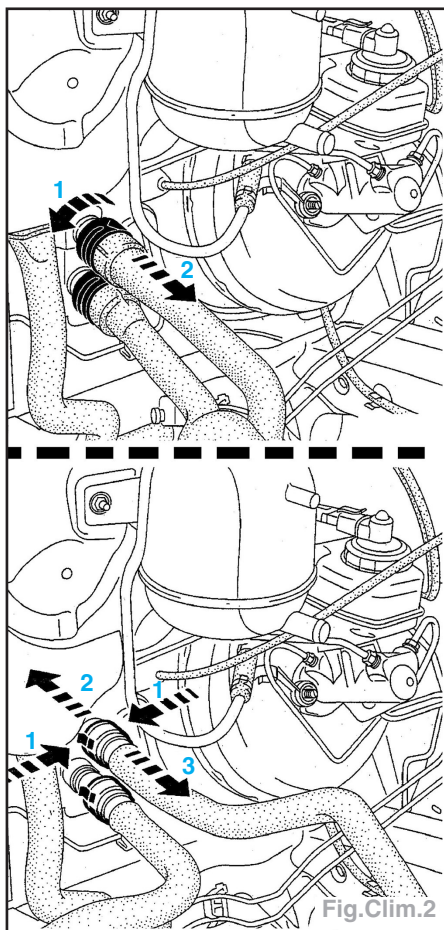

Fig.Clim.2
- Placer une pince-durite et débrancher les colliers rapides des durits de chauffage (colliers différents selon montage) (Fig.Clim.2).